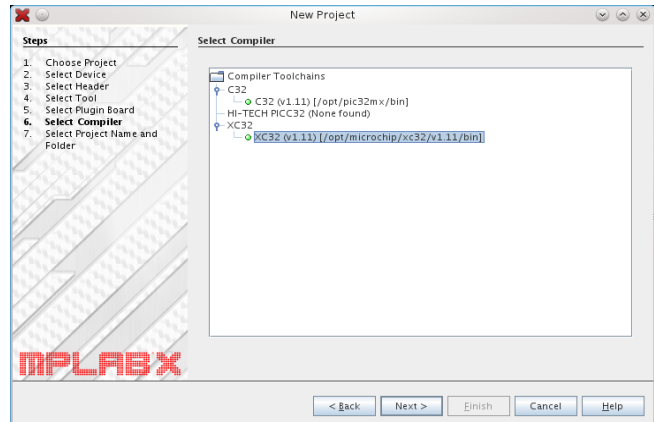

Figura 4
6. Selecionar o compilador XC32 e fazer “Next” (Figura 4)